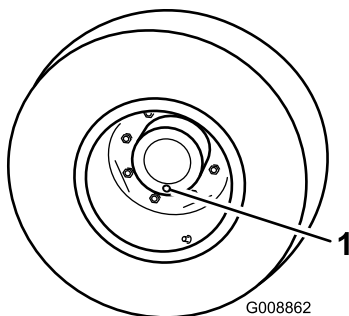

Bild 43
1. Stellen Sie das Rad so, dass sich die Prüf-/Ablassschraube (Bild 43) in der untersten Stellung (6 Uhr) befindet, wenn sich die Maschine auf einer ebenen Fläche befindet.